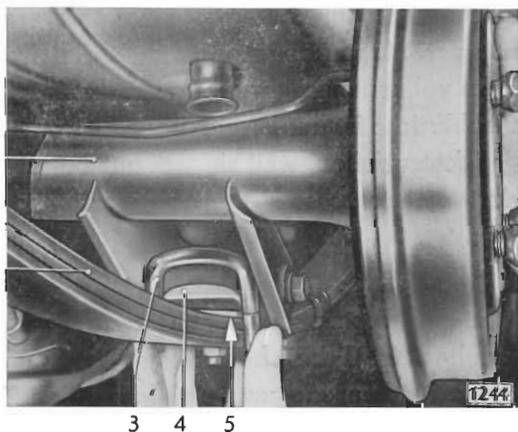

Bild 38 - Hinteren Federbügel in Lagerbock einsetzen
4. Obere Gummidämpfungsplatten (38/5) auf Federn auflegen. Dabei muß sich das Loch in der Dämpfungsplatte über den Federbolzen setzen. Hinterachse nach Aufsetzen auf die Dämpfungsplatten so nach vorn unten schwenken, daß sich der hintere Federbügel (38/3) in die Aussparung des Lagerbockes (38/4) einsetzen läßt (Bild 38).